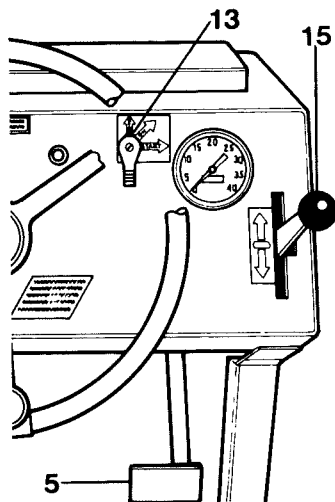

Fig 8
- 2 Ställ fram- och backreglaget (15), fig 8, i läge NEUTRAL.
- 3 Dra åt parkeringsbromsen (2).
- 5 Vrid startkontakten (13), fig 8, till STOPP.